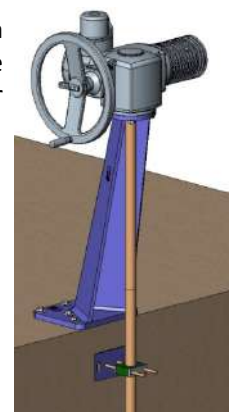

fig. 11
- Colonne inclinée sur commande (fig. 11).